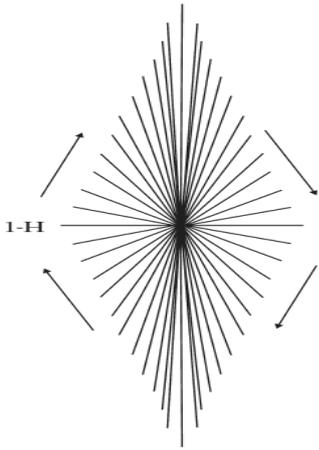

Рис. 2.34. Схема полного прошивания ромба
4. Двигаясь в заданном направлении, продолжайте соединять по лицевой стороне противоположные точки, прокладывая стежки через центр ромба (рис. 2.34).